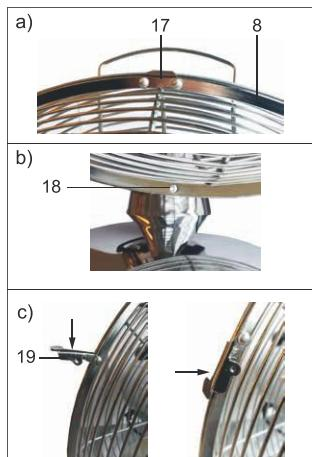

Fig.74: Montaż przedniej kratownicy ochronnej
18. Nałożyć przednią kratownicę ochronną (8) z elementem do zawieszenia (17) na krawędź tylnej kratownicy ochronnej. Rys. 74 a).
20. Nasunąć cztery zaciski blokujące (19) znajdujące się po bokach przedniej kratownicy ochronnej na ramy obu kratownic. Rys. 74. c).
21. Włożyć śrubę z łbem krzyżakowym soczewkowym (8a) w otwory (18) przedniej i tylnej kratownicy ochronnej.